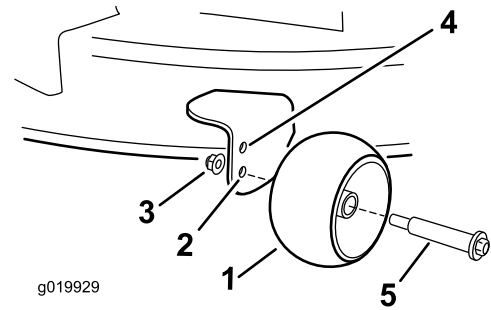

Figure 18
- Trou supérieur – utilisez cette position pour les hauteurs de coupe du tablier jusqu'à 63 mm (2½ po) (Figure 18).
- Trou inférieur – utilisez cette position pour les hauteurs de coupe du tablier à partir de 76 mm (3 po) (Figure 18).